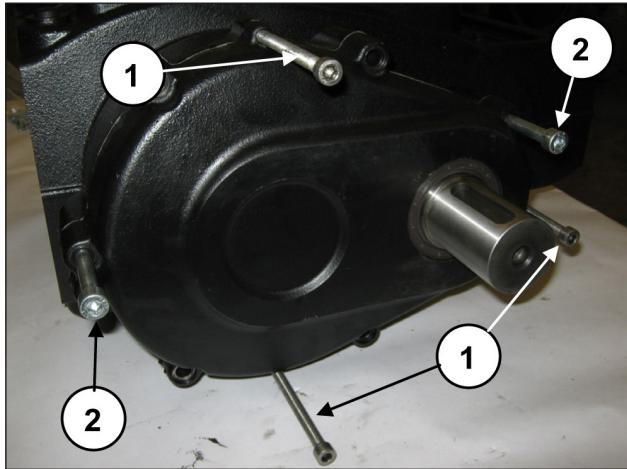

Рис. 5
Установите 3 штифта или винта с резьбой M8 (поз. ①, Рис. 5) в роли съемников в соответствующие отверстия и два достаточно длинных винта M10 для поддержания крышки (поз. ②, Рис. 5).